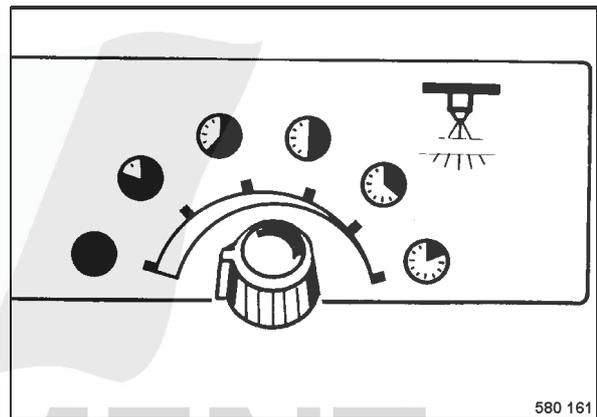

fig. 66
- Commuter l'interrupteur à intervalles sur la position désirée (fig. 66).